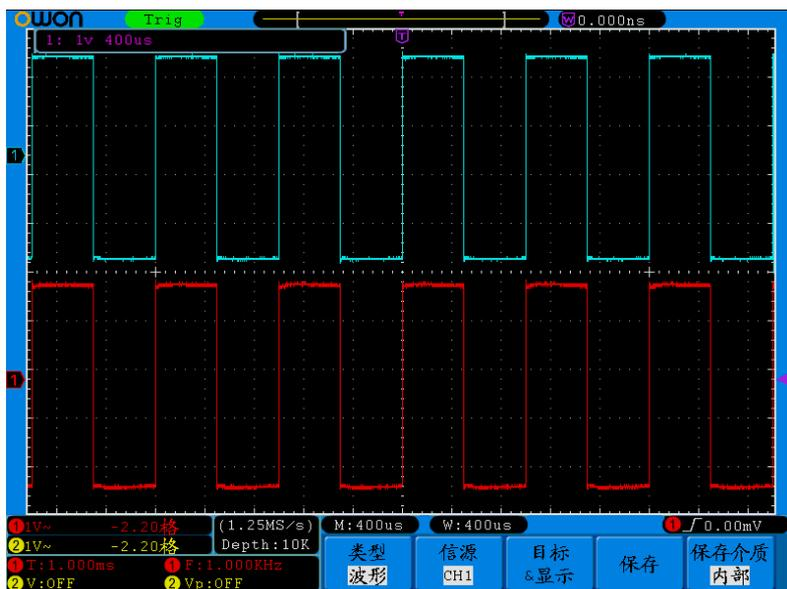

图 5-35：波形储存
- 6、**调出波形**：按 **H3** 键，屏幕右侧出现 **目标&显示** 菜单，按 **F1** 键，并转动 **通用** 按钮选择目标为 **1**，按 **F2** 键选择 **显示** 为 **开启**，则屏幕显示目标1存储的波形，左上角显示地址编号及波形相关信息。见图5-35：